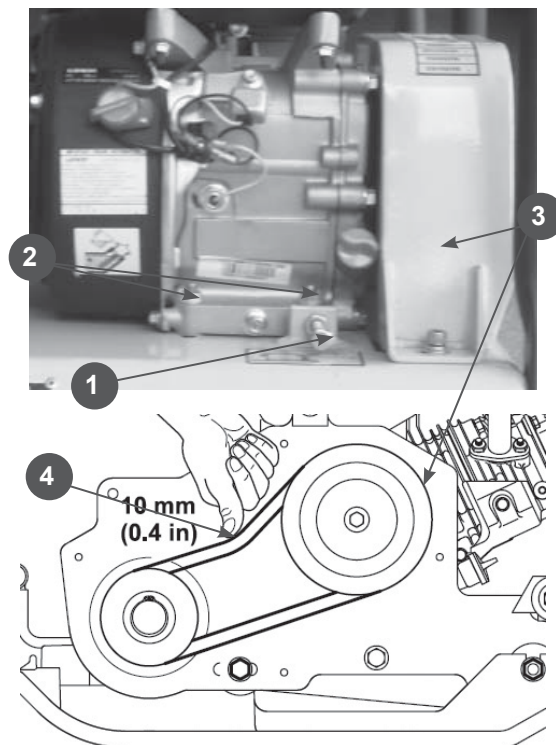

Рис.15
1. Снимите защитный кожух ремня(3) Рис.15
2. Ослабьте болты крепления двигателя(2) Рис.15. Четыре болта, по два на каждую сторону.
3. Ослабьте контргайку и болтом(1) отрегулируйте натяжение ремня.
4. При нажатии на ремень сверху(4) Рис.15, максимальный прогиб не должен превышать 10 мм.